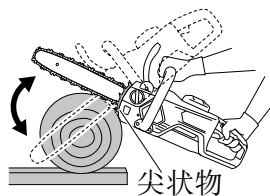

图 22
- (3) 在锯割较厚的木材时，将本机前部的尖状物压在木材上，然后将尖状物作为支点，以杠杆动作进行锯割，具体如图 22 所示。